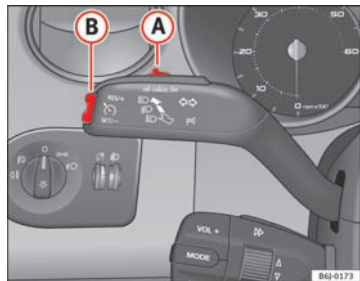

Fig. 113 Blink- og fjernlysarm: kontakt og vippeknop til fartpilot
- Tryk et kort øjeblik på den nederste del af vippeknappen **SET** ⇒ Fig. 113 **(B)**, når den hastighed, der skal gemmes, er nået.